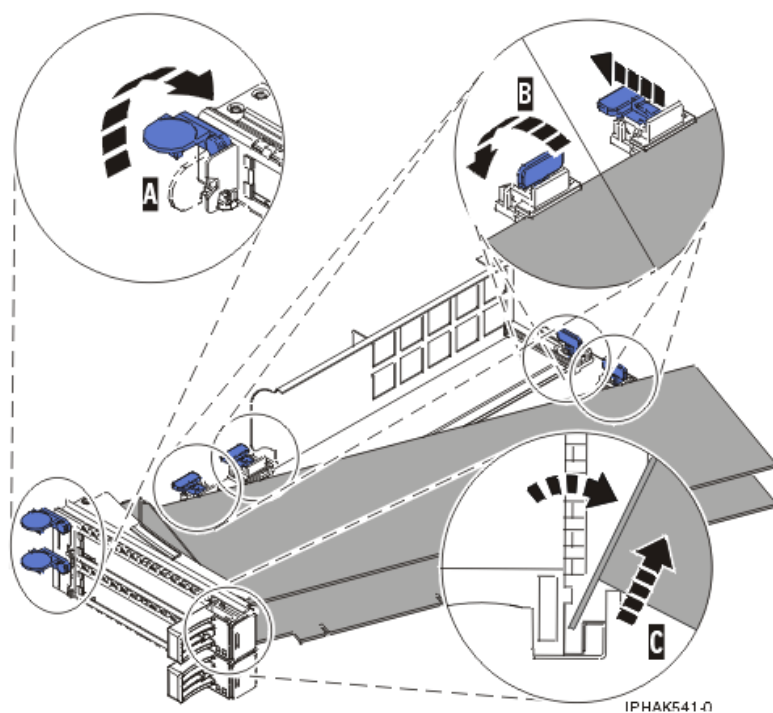
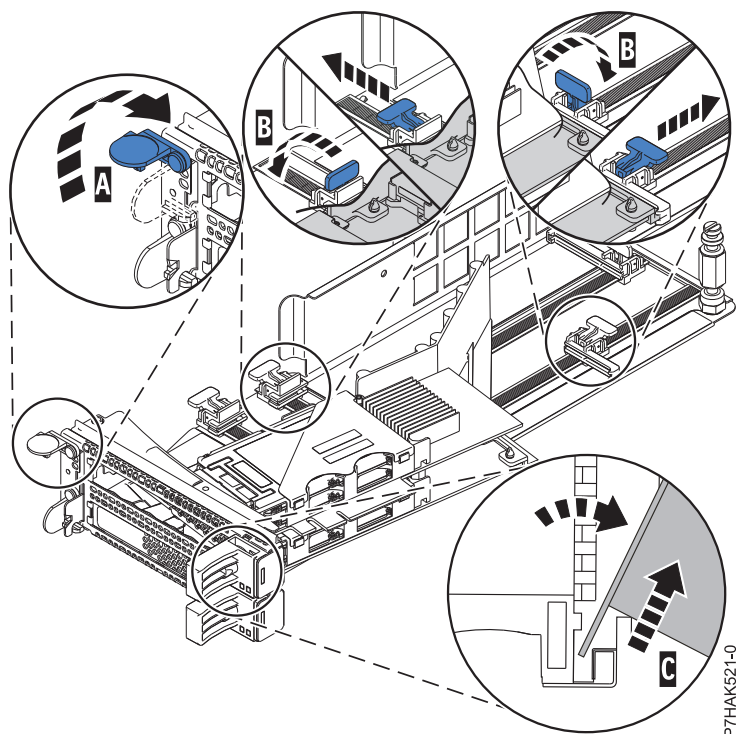

図 114. PCI アダプター・カセットから取り外されたアダプター
図 115. PCI アダプター・カセットから取り外された PCIe RAID および SSD SAS アダプター
- d. ピボット・ピン (C) を回して外し、安全な場所に置く。
- a. 保持クリップ (A) を水平位置まで回転して、アダプター保持具 (B) をアンロックする。 164 ページの図 114 を参照してください。 PCIe RAID および SSD SAS アダプターを取り外す場合は、164 ページの図 115 を参照してください。